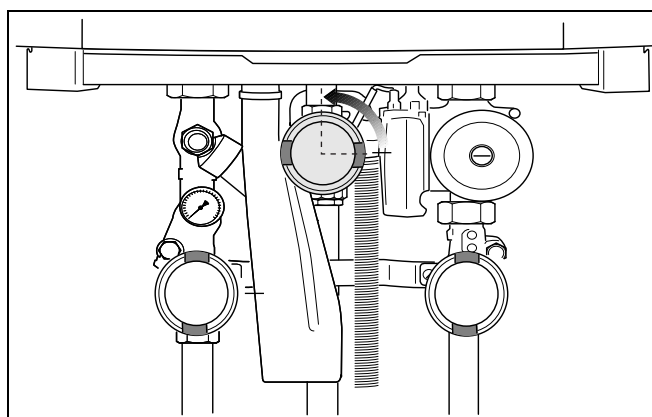

Рис. 115 Открытие крана для подачи газа
- Медленно открыть газ. Для этого нажать кран для подачи газа и повернуть влево на  $\frac{1}{4}$  оборота (рис. 115).